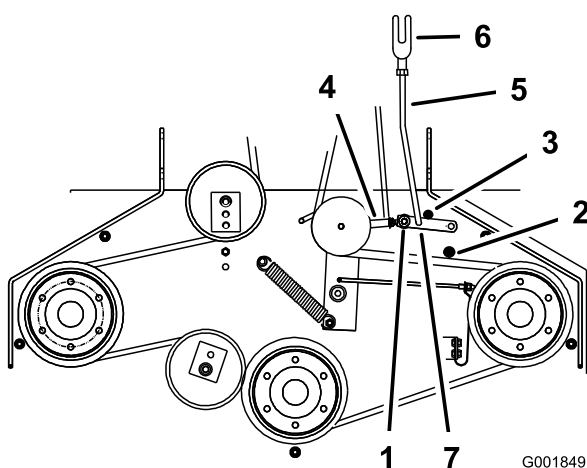

Figure 43
- Vérifiez que le bras d'assistance est en appui contre la butée arrière sur le tablier (Figure 43).
- Le bras d'assistance doit toucher la butée avant sur le plancher. Dans le cas contraire, réglez le levier coudé pour le rapprocher du renfort (Figure 43).
- Pour ajuster la bielle du bras d'assistance, enlevez la goupille fendue du bras d'assistance (Figure 43).
- Installez la bielle dans le bras d'assistance et fixez-la avec la goupille fendue (Figure 43).